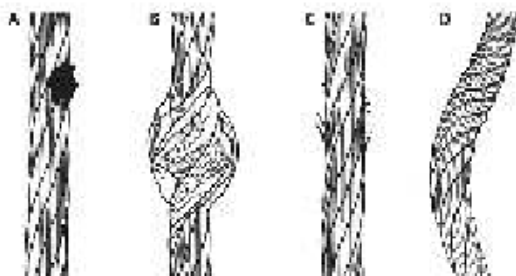

Figura 9: Inspección del cable
Inspeccione toda la longitud de la cuerda componente. Revise atentamente la cuerda de salvamento del cable en busca de alambres con hebras rotas, quemaduras por salpicaduras de soldadura, escoria de soldadura, jaulas de pájaros, torceduras y hebras dobladas. Examine también en busca de óxido, suciedad, pintura, grasa o aceite. Compruebe si hay daños causados por la corrosión química o el calor excesivo, como se evidencia con la decoloración. Consulte la Figura 9 para ver ejemplos. Si existe alguna de estas condiciones, retire el SRD del servicio.
Extraiga todo el cable y revise toda la longitud de trabajo en busca de daños causados por corrosión química o calor excesivo, como se evidencia de decoloración (A), jaulas de pájaros (B), hebras de alambre rotas (C), torce duras y hebras dobladas (D), consulte la Figura 9. El cable debe retraerse completamente sin fluctuaciones y debe permanecer tirante bajo tensión sin combarse.
Lista de verificación de inspección: Utilice la Tabla 6: Pautas para la inspección de cables SRD para inspeccionar el SRD. Consulte la Figura 9 para ver ejemplos de daños en los cables.